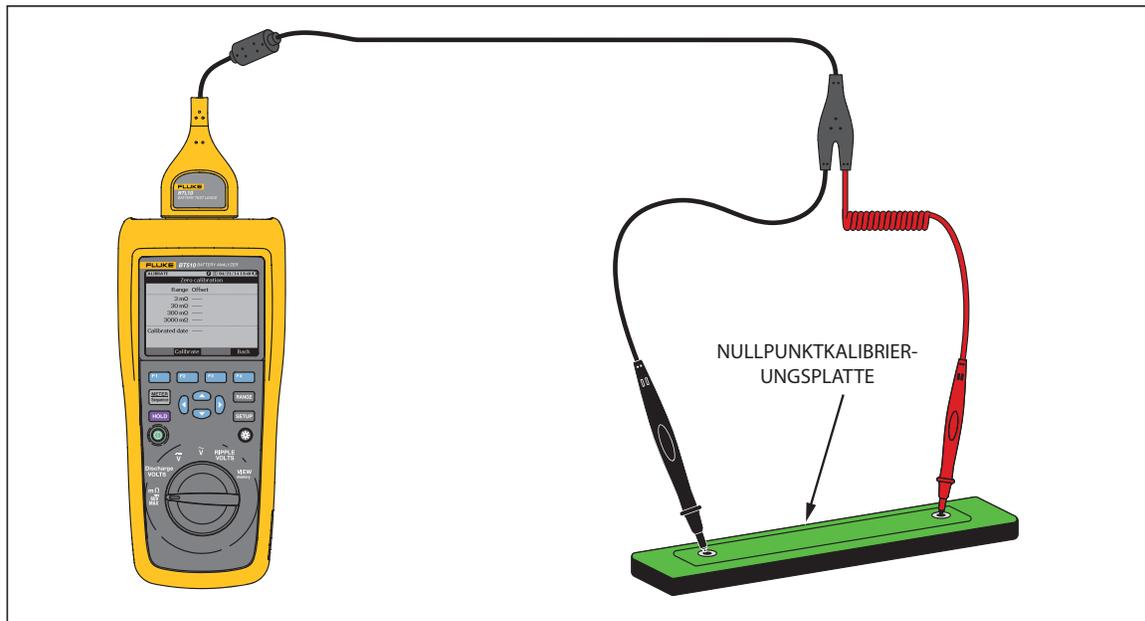

Abbildung 6-4. Einstellen der Nullpunktkalibrierung
1. Platzieren Sie die Nullpunktkalibrierungsplatte waagrecht auf einer ebenen Oberfläche. Siehe abbildung 6-4.